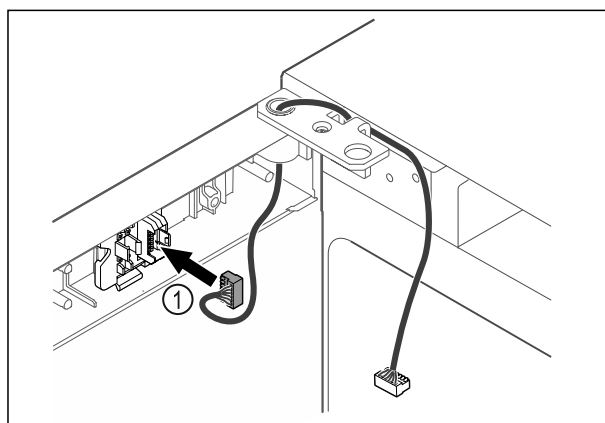

Fig. 48
- ▶ Vtič Fig. 48 (1) vstavite v držala vtiča.